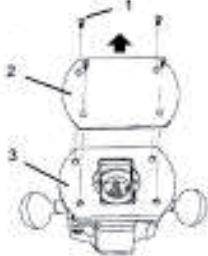

Рис.8
- Викрутіть 4 гвинта (1), якими пластикова захисна пластина (2) прикріплена до пластини фрези (3) (рис.8).